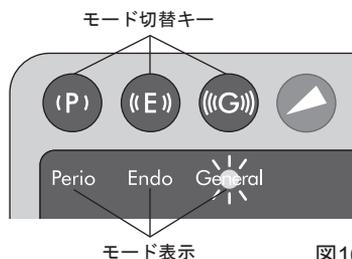

図16
- 1) モード切替キーを押して、ご使用になるモードを選択してください。選択されたモードのモード表示のランプが点灯します。（図 16）